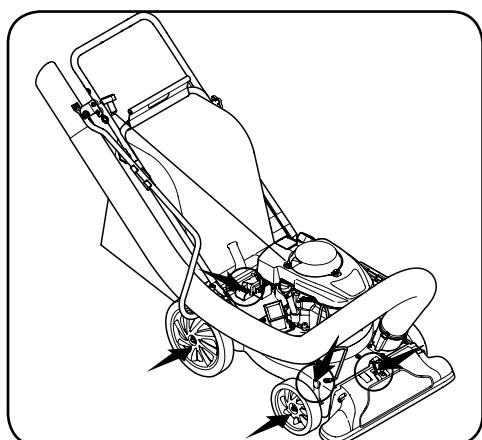

Рисунок 5-1
- Один раз в сезон смазывайте расположенный в верхней части сопла рычаг переключения между соплом и шлангом жидким маслом. См. рисунок 5-1.